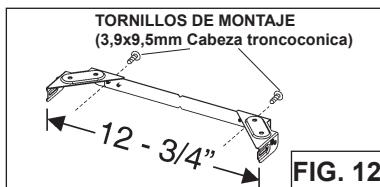

FIG. 12
1. Ensamble el soporte de chimenea decorativa, ajustando el ancho exterior como se muestra. (Fig.12)